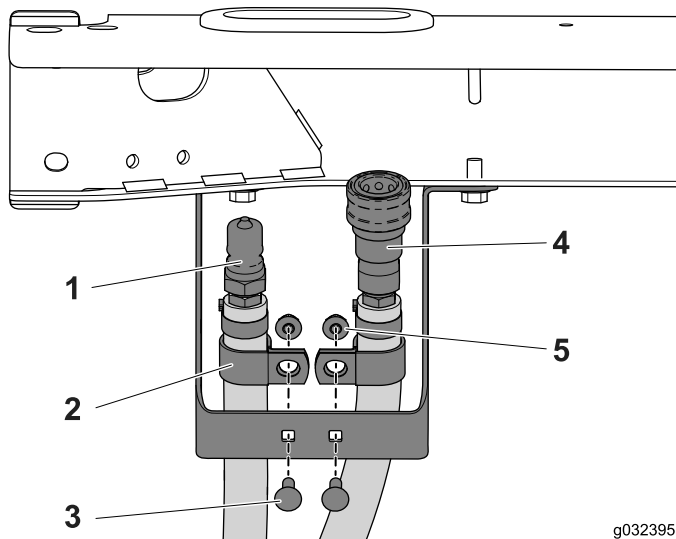

図 18
3. 各ホースに1個ずつRクランプを通す 図 18。
4. キャリッジボルト 1/4" x 3/4" 2本とフランジナットを使って、Rクランプとホースアセンブリをブラケットマウントに固定する 図 18。